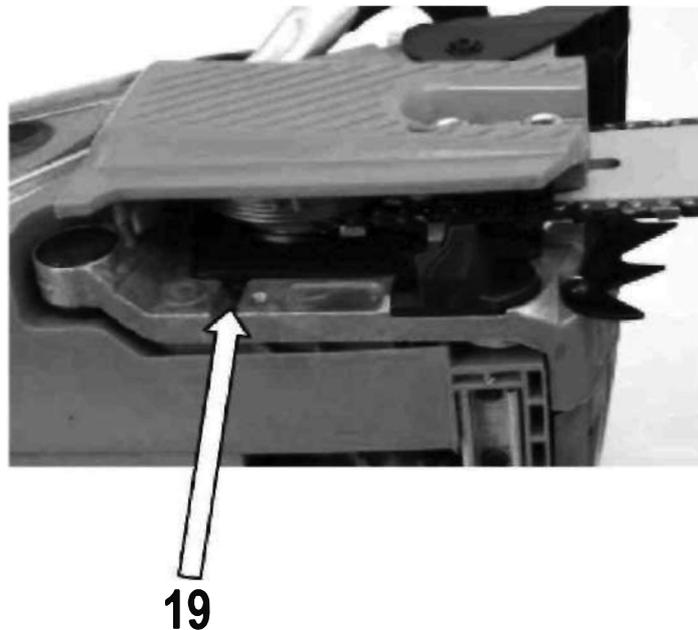

Рисунок 13
- Расход цепного масла можно изменить, отрегулировав винт в отверстии в нижней части стороны сцепления (рис.13). Отрегулируйте в соответствии с вашими условиями работы.